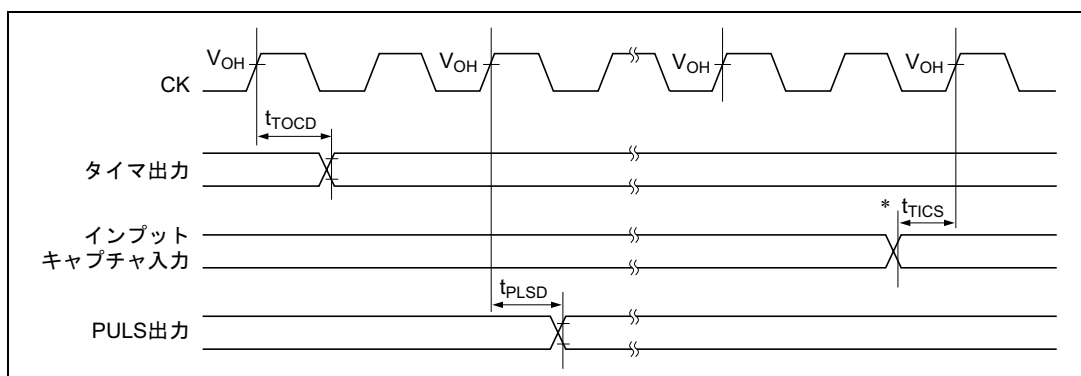
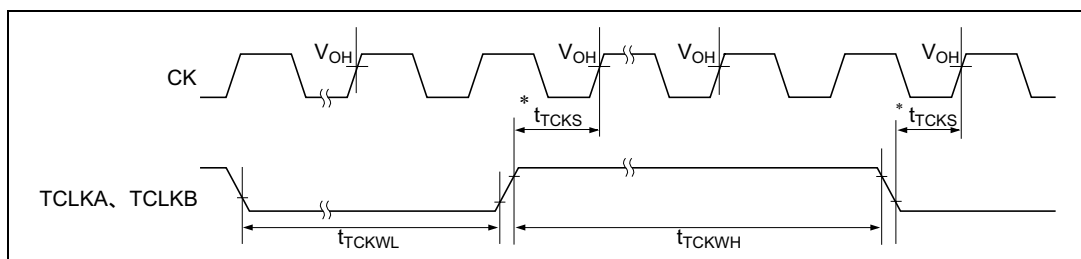

図 26.12 ATU 入出力タイミング、APC 出力タイミング
図 26.13 ATU クロック入力タイミング
- * タイマ入力信号およびタイマクロック入力信号は非同期ですが、図 26.12、図 26.13 に示す 2 ステート間隔のクロック立ち上がりで変化が生じたものとして判定されます。図示のセットアップを守れない場合は、それから 2 ステート後のクロック立ち上がりまで認識が遅れることがあります。